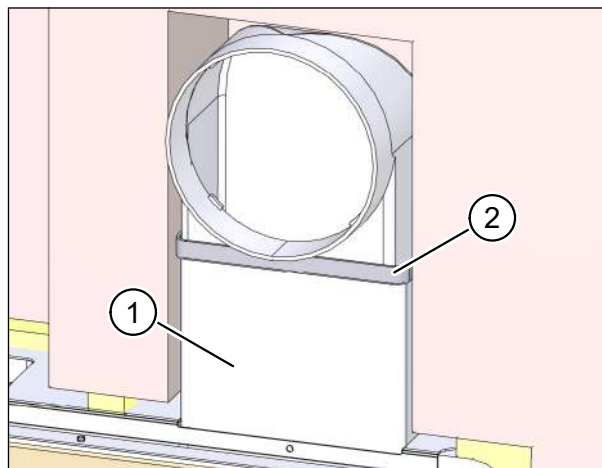

Fig. 27: Fissaggio degli allacciamenti del canale piatto con nastro sigillante
- Inserire un pezzo sagomato, p. es. la connessione per canale piatto M-WRG-FK-V, n° art. 200114 (pos. 1 nella Fig. 27), nell'apertura della cassetta a muro.
- Inserire il primo pezzo parziale del canale piatto nel pezzo sagomato, p. es. la connessione per canale piatto M-WRG-FK-V, n° art. 200114, sulla cassetta a muro e sigillare il punto di giunzione con nastro sigillante (pos. 2 nella Fig. 27).